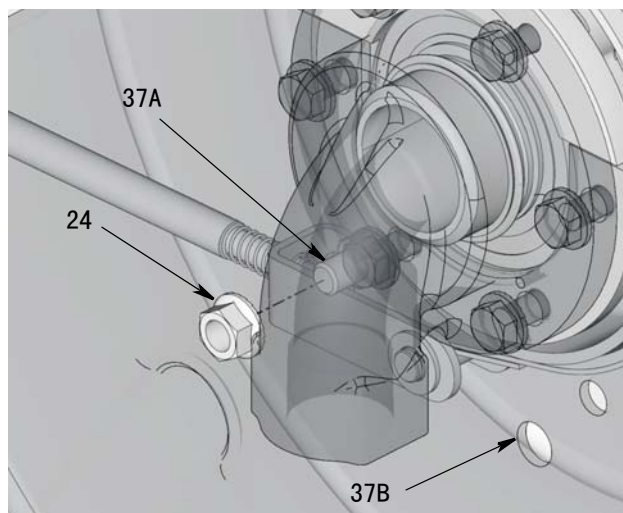

图 31: 37A 显示了新的锚销 (37) 位置。37B 显示了之前的锚销 (37) 位置。
16. 在框架上安装锚销 (37) (图 31)。在锚销 (37) 上重新安装螺母 (24)，并拧紧 (图 31)。